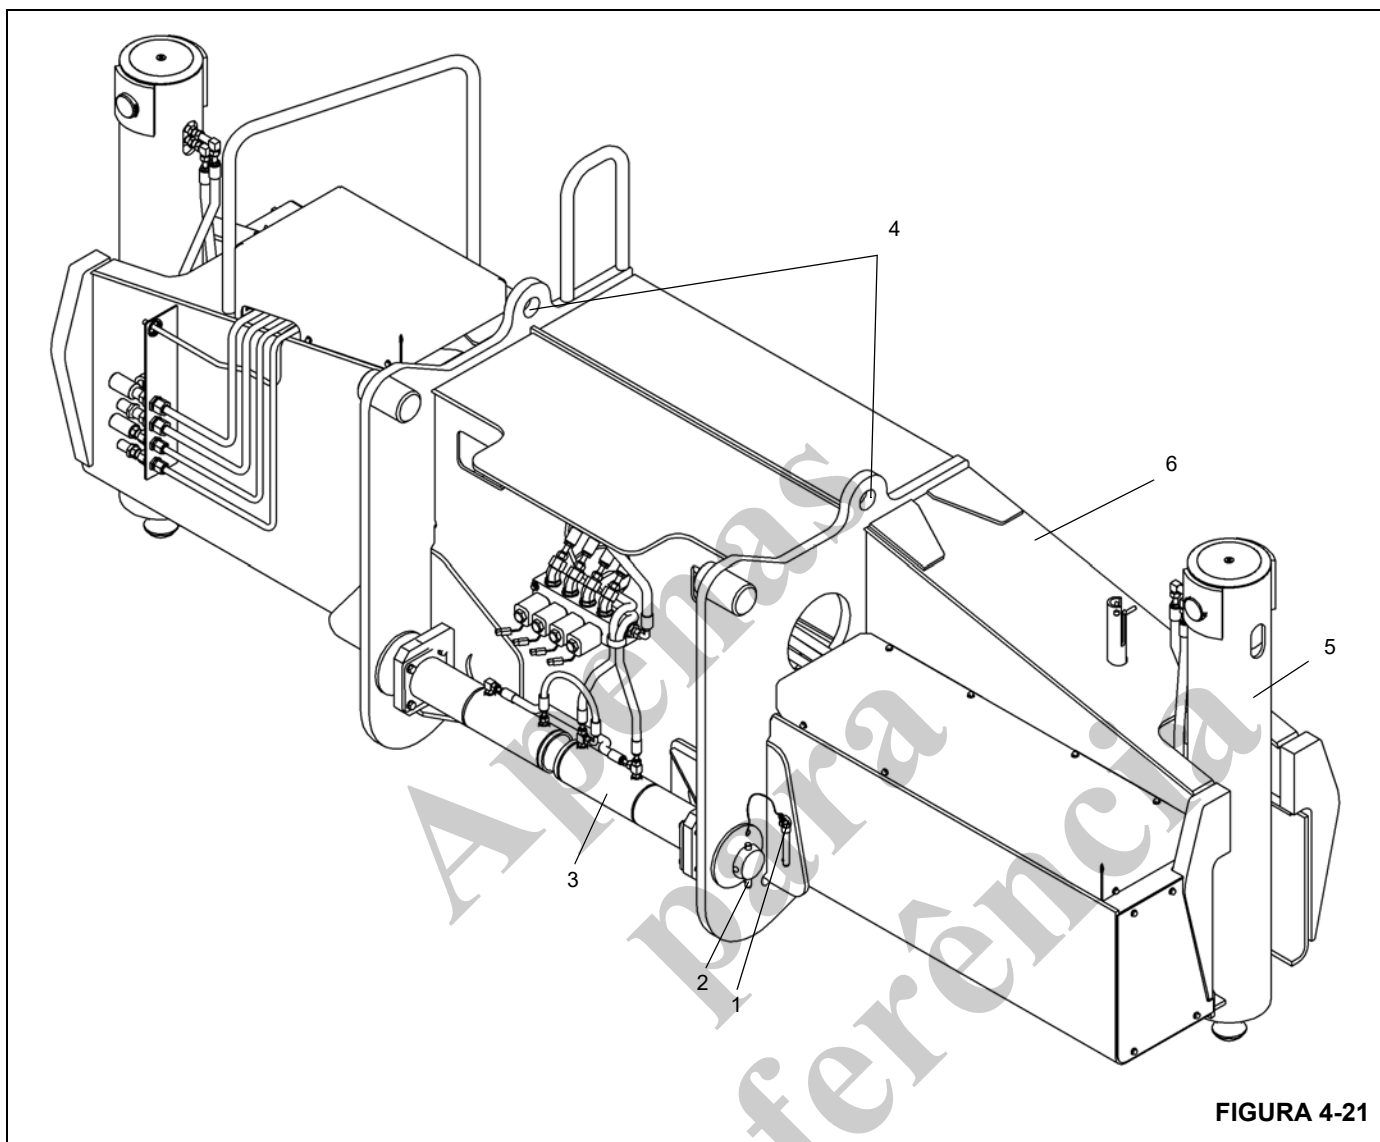

FIGURA 4-21
2. Conecte o conjunto de lingas aos olhais de elevação fornecidos em cada extremidade da caixa do estabilizador (Figura 4-21).